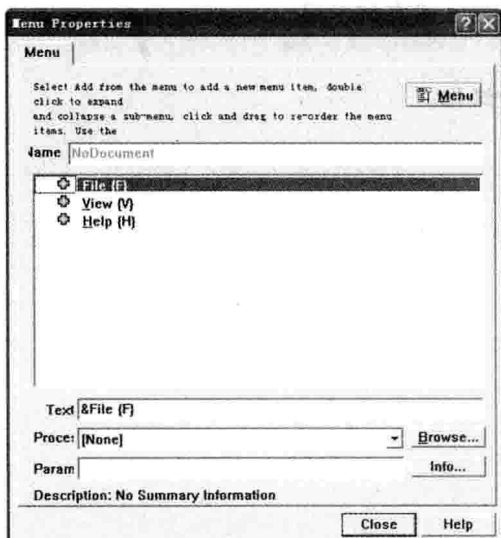

图 1-18 菜单属性对话框
(3) 在弹出的快捷菜单中点击【Edit】命令,将出现菜单属性对话框,如图 1-18 所示。